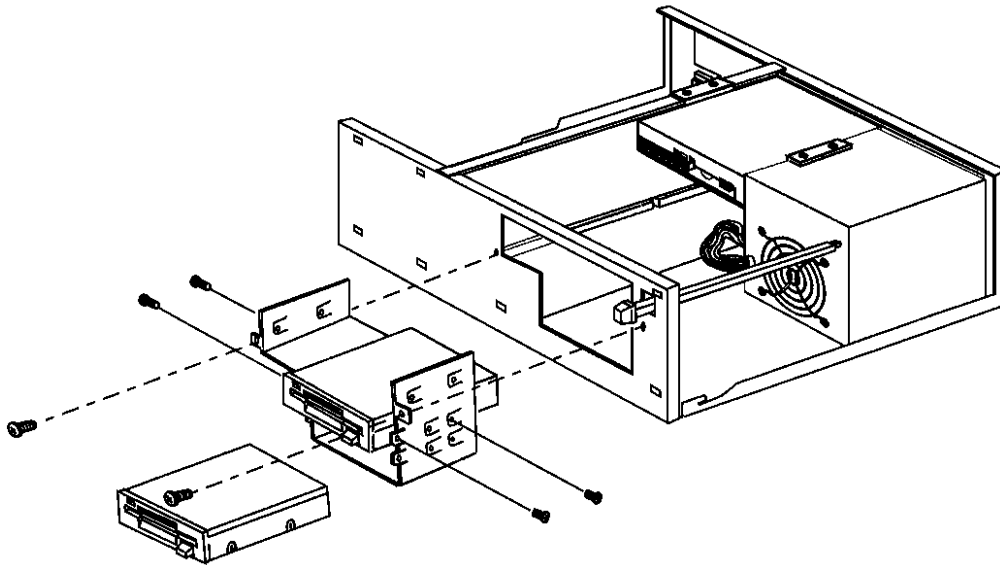

Abbildung 6-2. Herausziehen der Halterung aus dem vorderen Laufwerksschacht
6. Lösen Sie die beiden vorderen Befestigungsschrauben und ziehen Sie Halterung und Laufwerke zusammen aus der Haupteinheit heraus (siehe Abbildung 6-2).